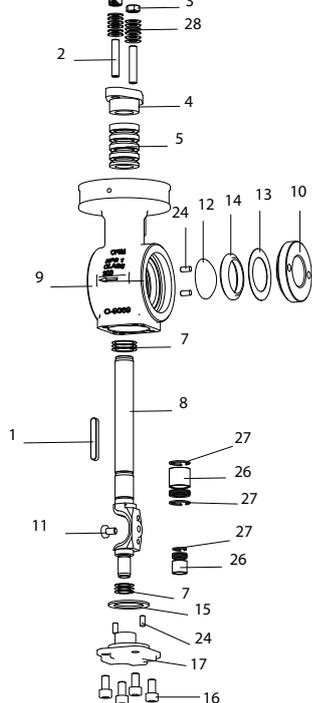
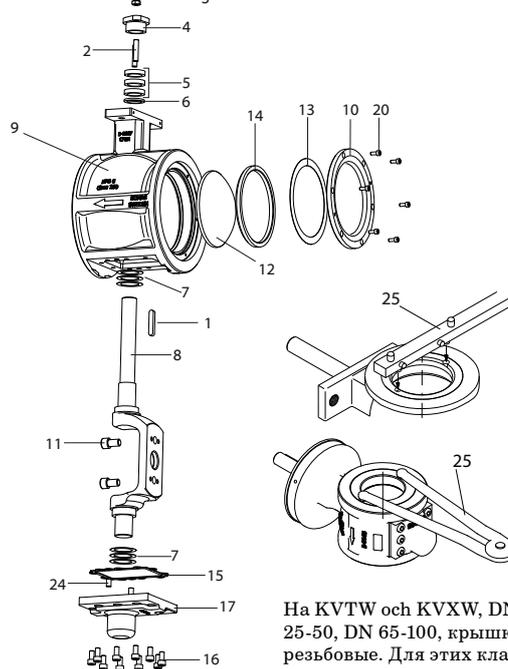

Рис.6-8
Рис.6-10
1. Снять крышку (→ Рис. Fig.6-8/10, 6-9/10) при помощи специального инструмента (кольцевого ключа)(→ Рис.6-10/25).
2. Удалить пружинную шайбу (→ Рис. 6-8/13, 6-9/13) и седло (→ Рис.6-8/14, 6-8/14).
1. Вывернуть винты (→ Рис. 6-10/20) и снять крышку (→ Рис. 6-10/10).
На KVTW och KVXW, DN 25-50, DN 65-100, крышки имеют резьбовое соединение. Рекомендуется использовать специальный инструмент для снятия крышек (→ Рис. 6-10/25) с данных клапанов.
2. Удалить пружинную шайбу (→ Рис. 6-10/13) и седло (→ Рис.6-10/14).
1. Отверните винты (→ Рис. 6-10/11) и снимите крышку (→ Рис. 6-10/13) или воспользуйтесь специальным инструментом (Рис. → 6-10/25) и снимите крышку (→ Рис. 6-8/13, 6-9/13)
2. Снимите гайку (→ Рис.6-8/13) или (→ Рис.6-10/13) и седло (→ Рис.6-8/14) или (→ Рис.6-10/14) и для клапанов с седлом PTFE, снимите опорное кольцо (→ Рис.6-10/14а).
4. Вывернуть болты (→ Рис. 6-8/11) попеременно при помощи гаечного ключа.
5. Удалить шаровой сегмент (→ Рис. 6-8/12) или (→ Fig.6-10/12).
2. Смазать болты (→ Рис. 6-8/11,6-9/11,6-10/11) устройства вала пастой на основе дисульфида молибдена.